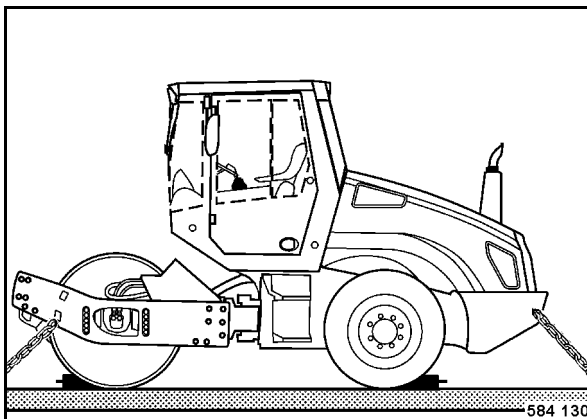

Fig. 67
- Trincar la máquina en el medio de transporte (Fig. 67) fijando el atado en las cuatro arremas del bastidor delantero y trasero.